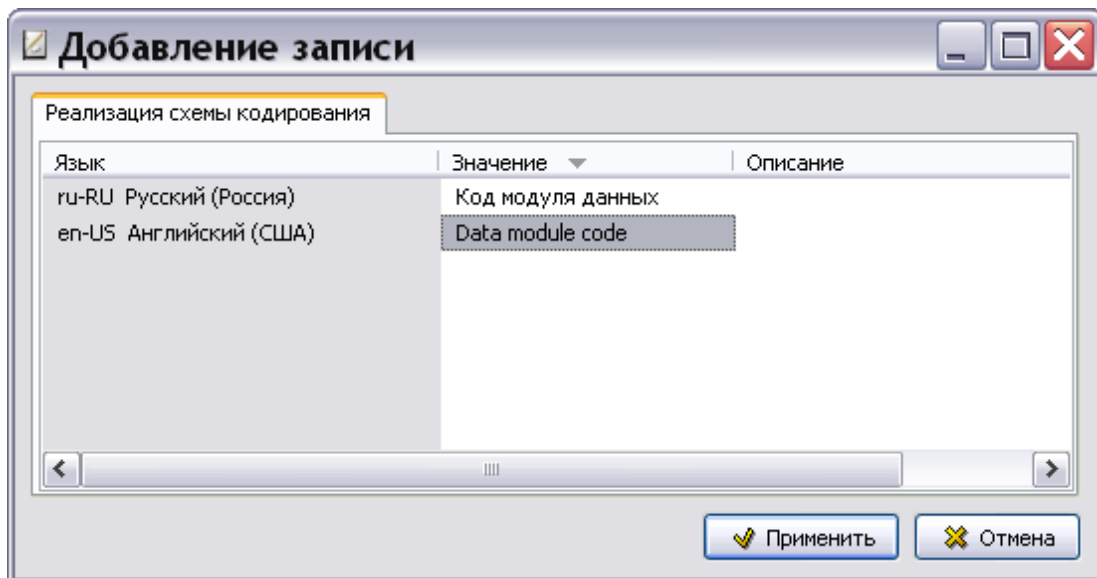

Рис. 2.4
3. В окне **Добавление записи** на вкладке **Реализация схемы кодирования** введите значение и описание схемы кодирования для всех языков, заданных в шаблоне проекта (Рис. 2.4).